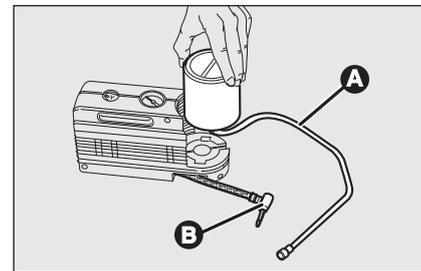

fig. 17
- desconecte el acoplamiento **B-fig. 17**;